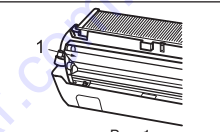

Рис. 1
- Положите вместе трубопровод хладагента и дренажный шланг и плотно оберните войлочной лентой (7) с концов. При обмотке перехлест войлочной ленты (7) должен составлять 1/3 ее ширины. Зафиксируйте конец войлочной ленты (7) бандажной стяжкой.
- Потянув на себя, снимите дренажный колпачок, расположенный в правой задней части внутреннего прибора. (Рис. 1)
- Правильно режьте медную трубу с помощью трубореза. (Рис. 1, 2)
- Поверните горизонтальную лопасть немного назад. (Рис. 1)